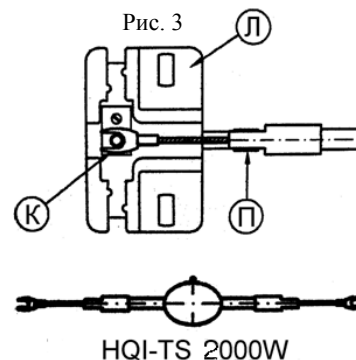

Рис. 3
5.4. Установка лампы и ее замена (рис.3):